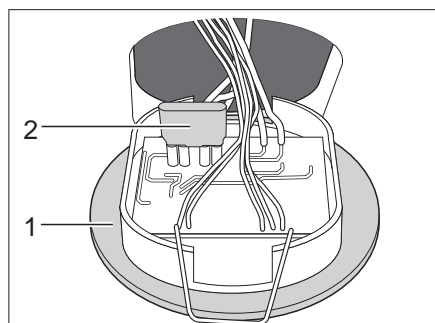

Fig. 185 Fusible del inodoro
- Levantar el elemento para el inodoro (Fig. 185,1) utilizando una herramienta apropiada y extraerlo de la pared.
- Cambiar el fusible (Fig. 185,2).